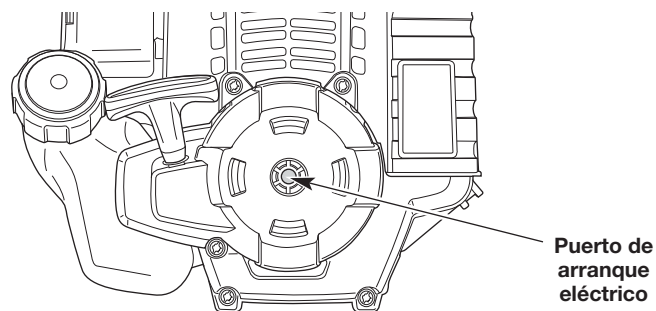

Fig. 10
6. Inserte el accesorio de arranque eléctrico dentro del orificio de arranque eléctrico (Fig. 10). Consulte la sección *Funcionamiento* del manual del operador del accesorio de arranque eléctrico.